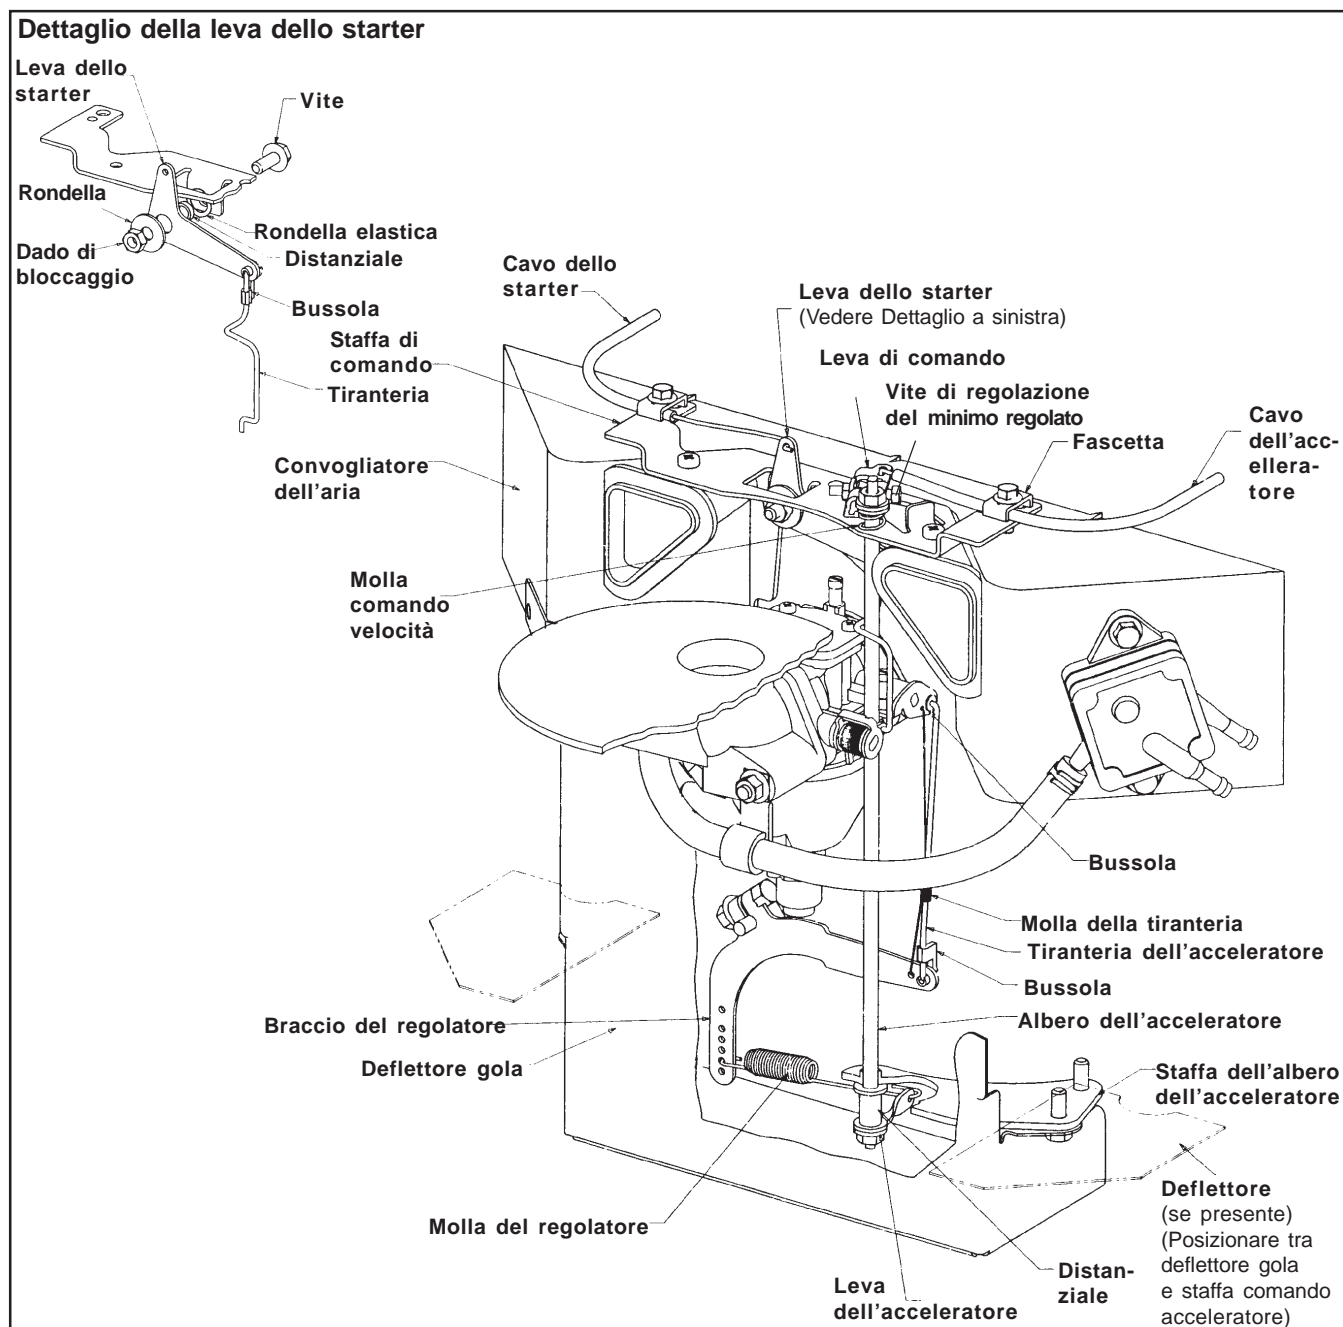

Figura 5-38. Regolatore impiegato con il filtro dell'aria Commercial Mower.
La disposizione del regolatore Commercial Mower illustrata in Figura 5-38 viene impiegata essenzialmente sui rasaerba semoventi. Le regolazioni iniziale e di sensibilità sono uguali a quelle del regolatore standard. Qualora la molla del regolatore sia stata scollegata dalle leve di acceleratore e regolatore, ricollegarla come segue:
2. Ruotare la molla di 180° fino ad agganciarla come illustrato in Figura 5-38.